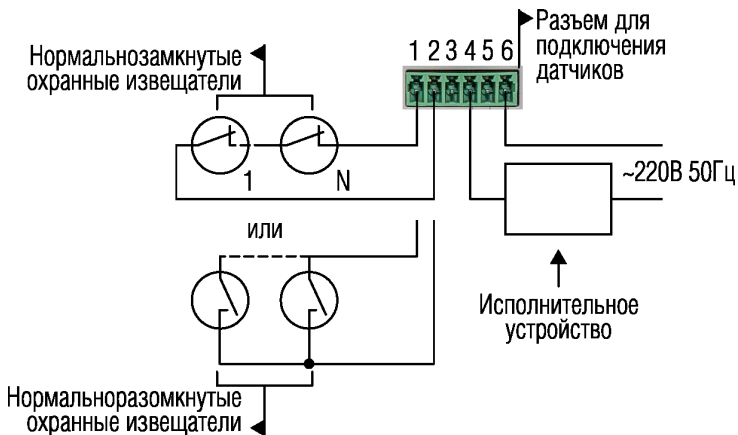

Рисунок 2.
- разделайте, проложите и подключите провода охранного шлейфа и управляемых устройств согласно схемы подключения инженерных датчиков рис.2.